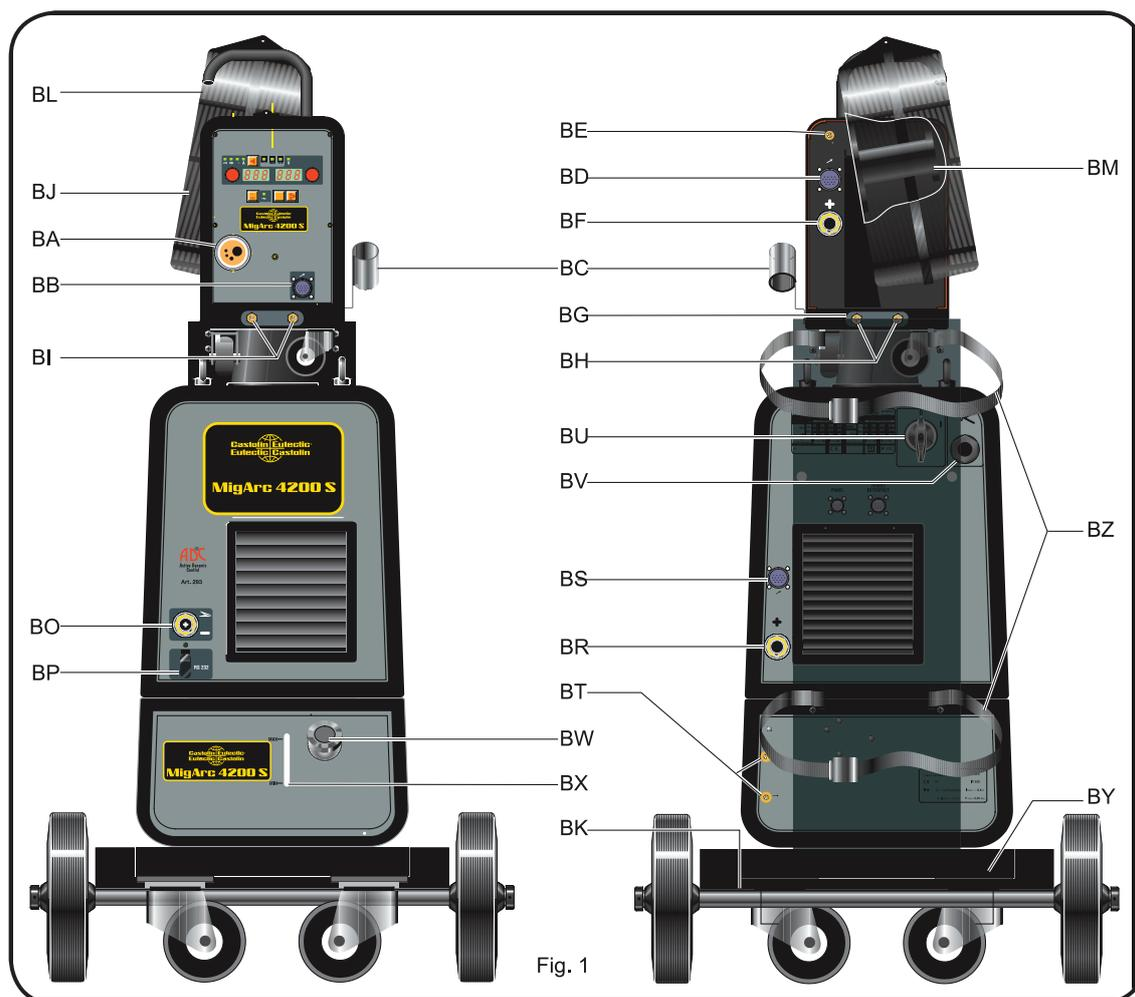

Fig. 1
2. DESCRIÇÃO DA FONTE (Fig.1)
2.1.1 Descrição do alimentador(Fig. 1)
(Fig. 1)
2.3 CAIXA DE TRANSPORTE (Fig. 1)